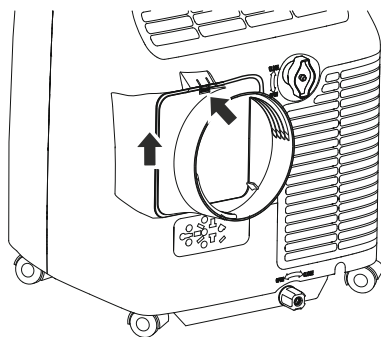

Рис. 11.
1. Присоедините один конец шланга к отверстию для выброса воздуха и закрепите с помощью насадки-адаптера (рис. 11).